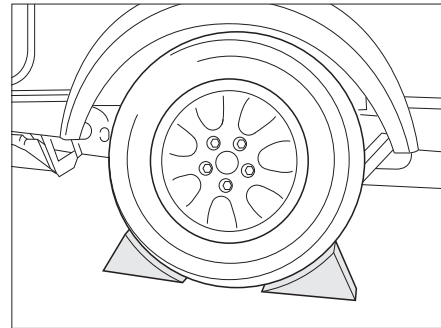

Fig. 171 Bloccare il veicolo
- Sistemare in corrispondenza della ruota di fronte i cunei fermaruota o oggetti simili in modo da bloccare il veicolo (Fig. 171).